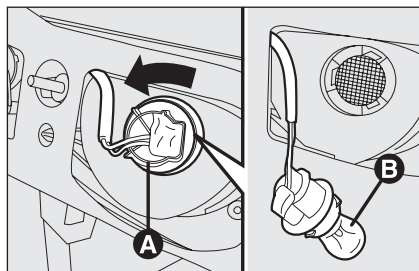

fig. 35
- ☐ ruotare in senso antiorario il portalamпада **A-fig. 35**, estrarre la lampada **B** e sostituirla;